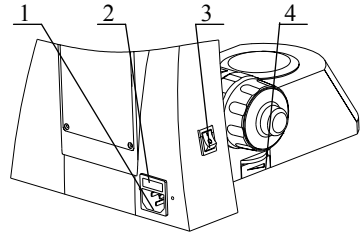

图 3
- 1) 照明器的电源开关和亮度调节旋钮在仪器的左下方。整个电气系统都受保险丝管保护，保险丝座在电源插座内，见图 3。
拔出电源插头，取下保险丝座，换上新的保险丝，重新插入保险丝座和电源插头，见图 3。